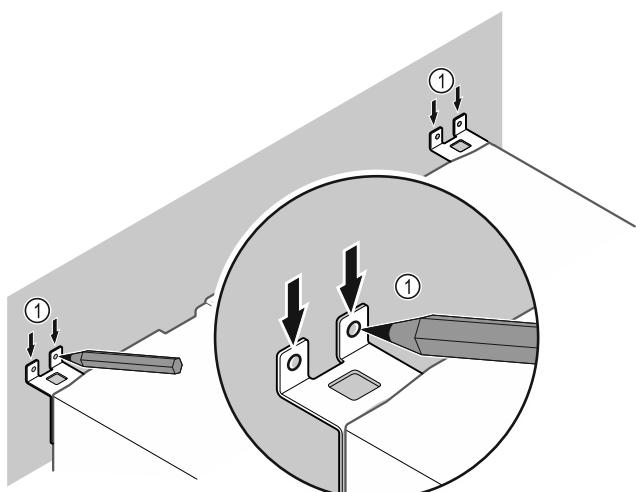

Fig. 9
- Поставете маркировки на стената Fig. 9 (1).